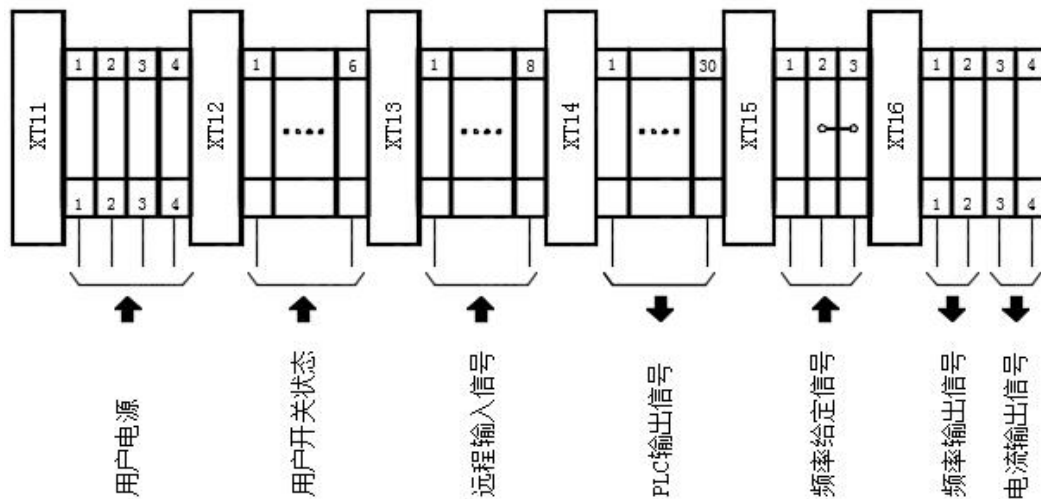

图 3-18 变频器与用户的信号接口图
- 变频器与用户的信号接口集中在控制柜内，包括各种 DI、DO、AI、AO 信号和控制电源，其标准的接线端子如图 3-18 所示：